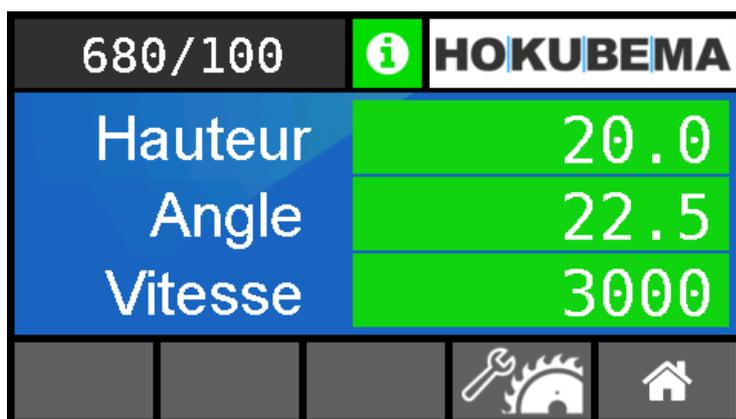

Figure 44 : aperçu de la machine - positions actuelles et vitesse
- En cas de lame de scie mal réglée, une valeur différente de 50,0 mm (par ex. 50,5 mm) apparaît maintenant dans l'aperçu « **Machine >> Hauteur** » (voir ⇨ Figure 44).
- En guise de confirmation, l'affichage revient à l'aperçu de la machine (voir ⇨ Figure 44).
- Dans l'aperçu « **Machine >> Angle** » (voir ⇨ Figure 44), une valeur différente de 0,0° apparaît maintenant (par ex. 0,4°).
→ En guise de confirmation, l'affichage revient à l'aperçu de la machine (voir ⇨ Figure 44).